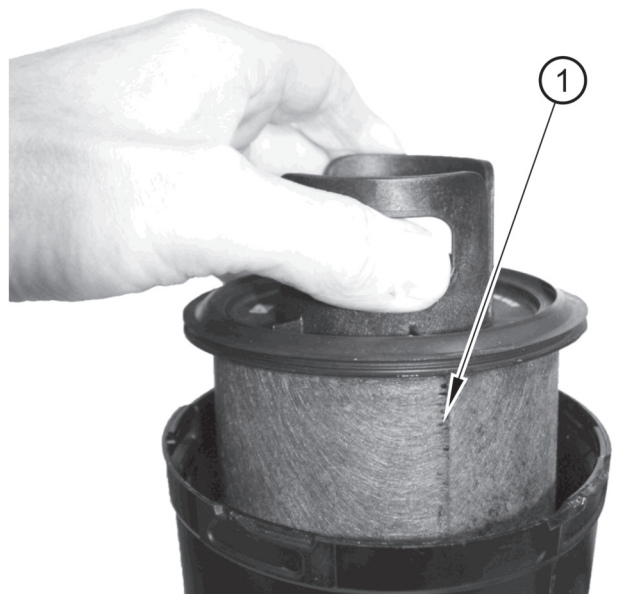

Figura 36
2. Saque el cartucho del filtro (figura 36, elemento 1) y deséchelo.